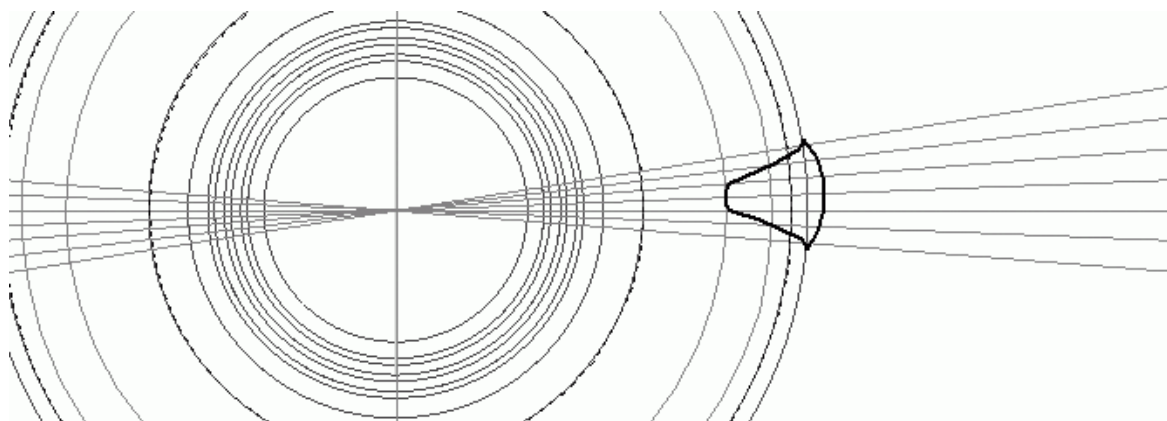

Рис. 3.68. Эскиз выреза между зубьями шестерни
1. Выделите правую боковую грань шестерни (правую, если смотреть на вал-шестерню с колеса). Запустите процесс создания эскиза, в котором создайте эскиз выреза между зубьями (рис. 3.68).
4) сформируйте изображение эскиза, как показано на рис. 3.68. Вместо эвольвент, как было сказано, постройте дуги по трем точкам. Создайте также небольшие скругления на ножке и головке зубьев. Верхнюю дугу немного выгните вверх, чтобы она прошла выше окружности вершин зубьев – при таком ее размещении вы можете быть уверены в том, что нужный шар материала будет вырезан полностью.
- начальный угол спирали – 0° (по умолчанию витки должны начинаться непосредственно с эскиза, если вы разместили его, как показано на рис. 3.68);